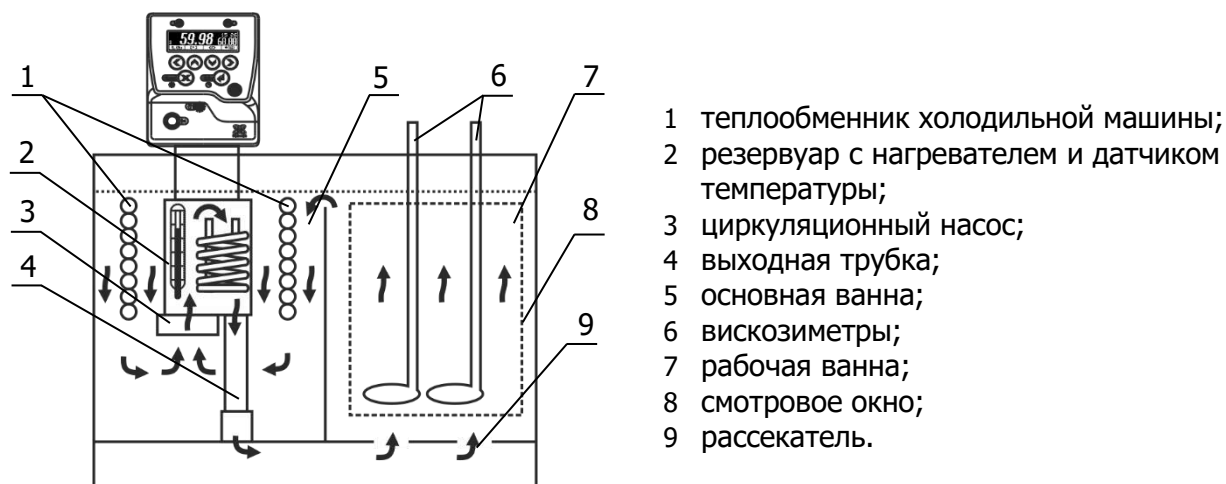

Рисунок 2 — Устройство термостата
Циркуляционный насос 3 блока регулирования температуры (рисунок 2) забирает теплоноситель из основной ванны 5 и нагнетает его в резервуар 2 с нагревателем и датчиком температуры. В резервуаре температура теплоносителя регулируется и, далее, через выходную трубку 4 и рассекатель 9 теплоноситель поступает в рабочую ванну 7. Далее из рабочей ванны, переливом через верхний край, теплоноситель возвращается в основную ванну 5.
2.2.4 Насадить блок регулирования резервуаром 1 на трубку 2, преодолевая при необходимости сопротивление витков теплообменника 1 (рисунок 2). Погрузить блок в ванну до упора и зафиксировать его винтовыми фиксаторами на крышке термостата.